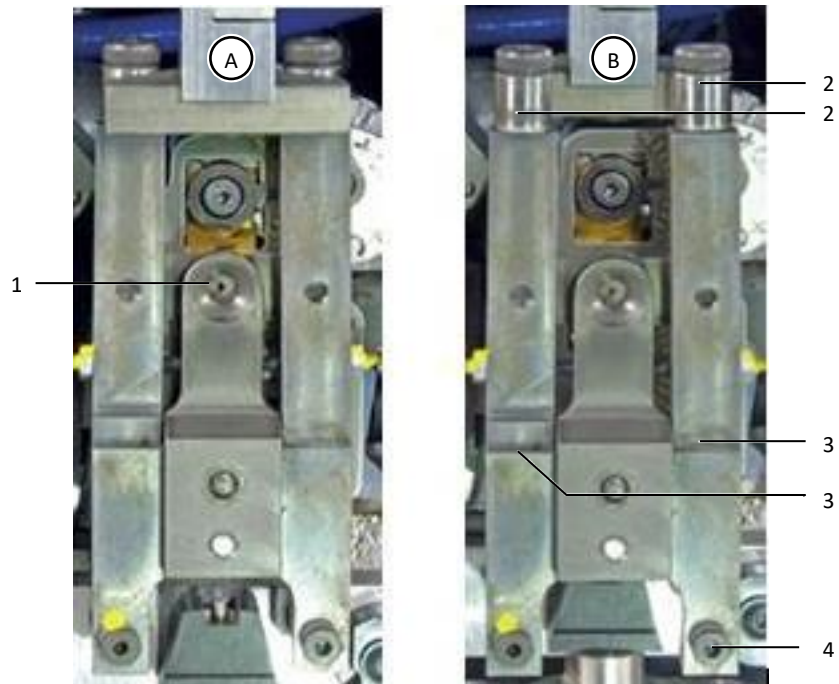

Fig. 23: Trådfikseringsenhed i driftsposition (A) og trukket frem (B)
- Rengør indføringstragten (fig. 23, Pos. 1) med en pensel.
- Træk trådfikseringsenheden fremad (fig. 23, pos. B).
- Kontrollér, om løberullerne (fig. 23, pos. 2) går let.
- Smør trådfikseringsenhedens rotationspunkter (fig. 23, pos. 3) med olie.
- Kontrollér, at trådfikseringsenheden befinder sig i den forreste position (fig. 23, pos. B).
- Fjern trådfikseringsenhedens nederste skrue i højre side (fig. 23, pos. 4).